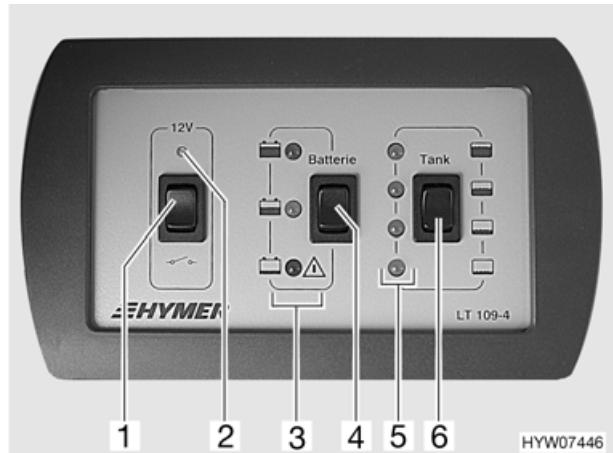

Fig. 60 Pannello di controllo (pacchetto autarchico)
La centralina elettrica funziona solo in collegamento con il pannello di controllo (Fig. 60).
L'interruttore principale a 12 V (Fig. 60,1) inserisce o interrompe l'alimentazione a 12 V dell'abitacolo.
- Premere in alto l'interruttore a bilico (Fig. 60,1) "12 V": l'alimentazione a 12 V dell'abitacolo è inserita. La luce spia (Fig. 60,2) diventa verde.
- Premere in basso l'interruttore a bilico (Fig. 60,1) "—": l'alimentazione a 12 V dell'abitacolo è disinserita. La luce spia (Fig. 60,2) si spegne.
Con l'interruttore a bilico "Batterie" (batteria) (Fig. 60,4) è possibile verificare lo stato di carica della batteria dell'abitacolo.
- Premere l'interruttore a bilico : la spia di controllo (Fig. 60,3) o di colore rosso, giallo o verde è accesa.
Con l'interruttore a bilico "Tank" (serbatoio) (Fig. 60,6) è possibile verificare il livello del serbatoio dell'acqua.
- Premere l'interruttore a bilico (Fig. 60,6): una delle luci spia (Fig. 60,5) si accende.